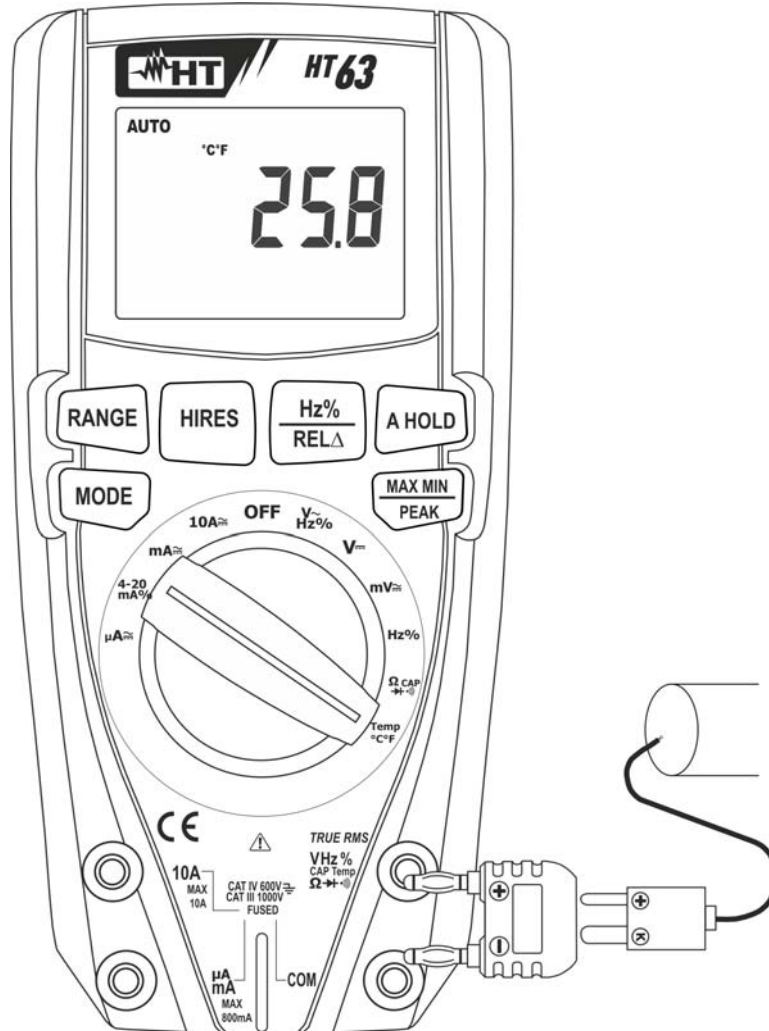

Fig. 8: Uso del instrumento para medida de Temperatura
3. Inserte el adaptador en dotación en los terminales de entrada **VHz%CAPTempΩ** (polaridad +) y **COM** (polaridad -) (vea Fig. 8)